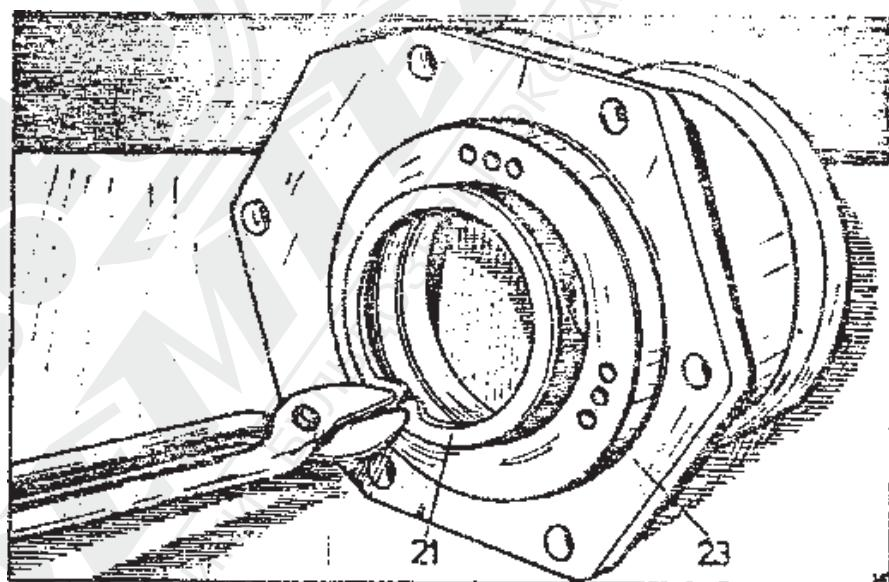

Рис. 2-32. Установка в канал корпуса 23
20. Вложить в канал корпуса 23 установочное кольцо 120w /поз. 21 на рис. 2-32/.